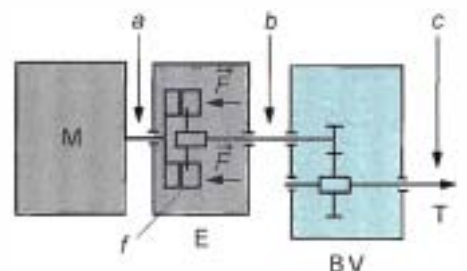

Figure 2.3 • Démarrage :
- **Démarrage du véhicule** (figure 2.3). Le conducteur accélère, le couple moteur augmente ; un accouplement instantané est impossible sans choc car :